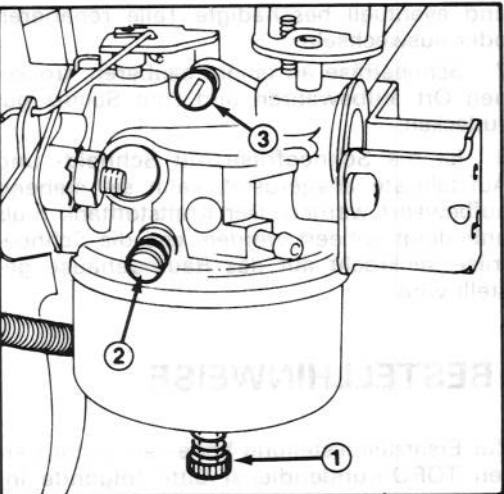

Abbildung 32
2. Haupteinstellschraube (Abb. 32) — Die Schraube vorsichtig nach rechts eindrehen, bis leichter Widerstand spürbar ist. Dann die Schraube wieder um eine ganze Umdrehung — 360° — nach links herausdrehen.
3. Leerlaufschraube (Abb. 32) — Die Schraube vorsichtig nach rechts eindrehen, bis leichter Widerstand spürbar ist. Dann die Schraube wieder um 1 1/2 Umdrehungen nach links herausdrehen.
5. Die Haupteinstellschraube (Abb. 32) um jeweils 1/8 Gang nach rechts eindrehen, bis der Motor infolge magerer Gemischeinstellung zu stottern beginnt. Dann die Schraube um jeweils 1/8 Gang nach links herausdrehen, bis der Motor infolge fetter Gemischeinstellung ungleichmäßig zu laufen beginnt. Nun die Haupteinstellschraube wieder bis zum mittleren Punkt zwischen fetter und magerer Einstellung nach rechts eindrehen.
6. Die Drossel auf LANGSAM stellen und dann die Leerlaufeinstellschraube (Abb. 32) so einstellen, daß der Motor schnellen Leerlauf hat (1750 U/Min).
7. Die Leerlaufluftschaube (Abb. 32) um jeweils 1/8 Gang nach rechts eindrehen, bis der Motor infolge magerer Gemischeinstellung zu stottern beginnt. Dann die Schraube um jeweils 1/8 Gang nach links herausdrehen, bis der Motor infolge fetter Gemischeinstellung ungleichmäßig läuft. Nun die Leerlaufluftschaube wieder bis zum mittleren Punkt zwischen fetter und magerer Einstellung nach rechts eindrehen.
8. Die Leerlaufeinstellschraube (Abb. 32) wieder verdrehen, bis der Motor mit 1750 U/min im Leerlauf läuft.